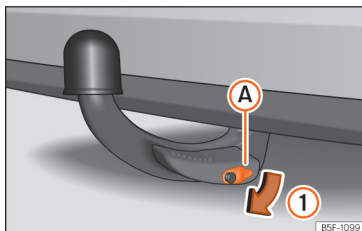

Abb. 259 Schlossabdeckung abnehmen
- Nehmen Sie die Schlossabdeckung (A) in Pfeilrichtung (1) vom Schloss ab »» Abb. 259.